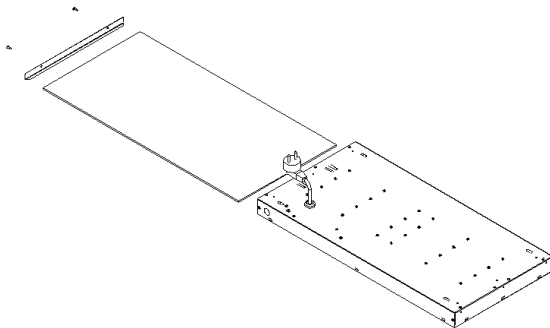

Рисунок 2. Монтаж на ровную поверхность
5.2. Установка светильника на любую ровную поверхность (рисунок 2).